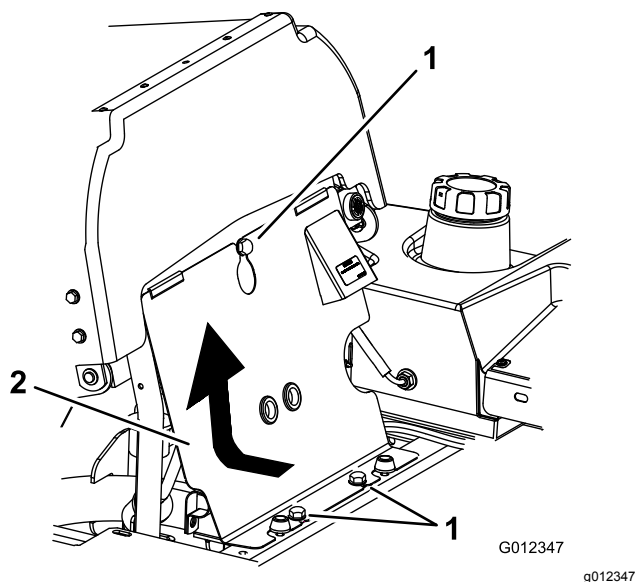

Bild 62
3. Kippen Sie den Sitz nach vorne, lösen Sie die Schrauben und entfernen Sie die vordere Motorverkleidung (Bild 62).